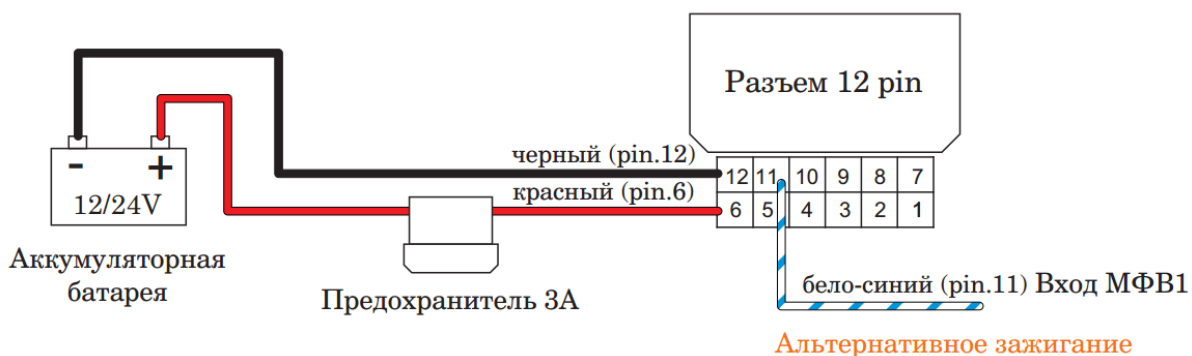

Рисунок 4.7 – Схема подключения питания
4. Подключите электропитание (рисунок 4.7).